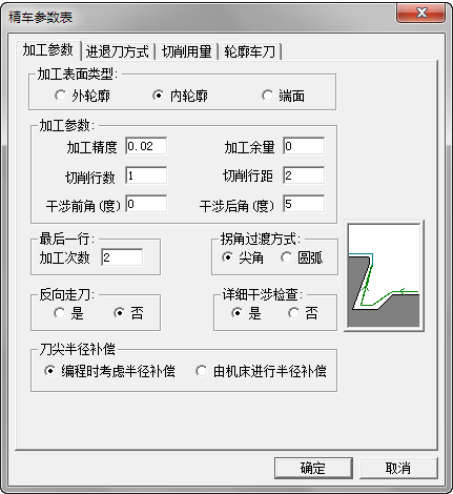

图 4-71 精车内孔加工参数设定
1) 单击“ 加工参数 ”选项卡，设置具体参数。加工表面类型：内轮廓；加工精度：0.02；加工余量：0；切削行数：1；切削行距：2；干涉前角：0；干涉后角：5；最后一行加工次数：2；拐角过渡方式：尖角；反向走刀：否；详细干涉检查：是；刀尖半径补偿：编程时考虑半径补偿，如图 4-71 所示。